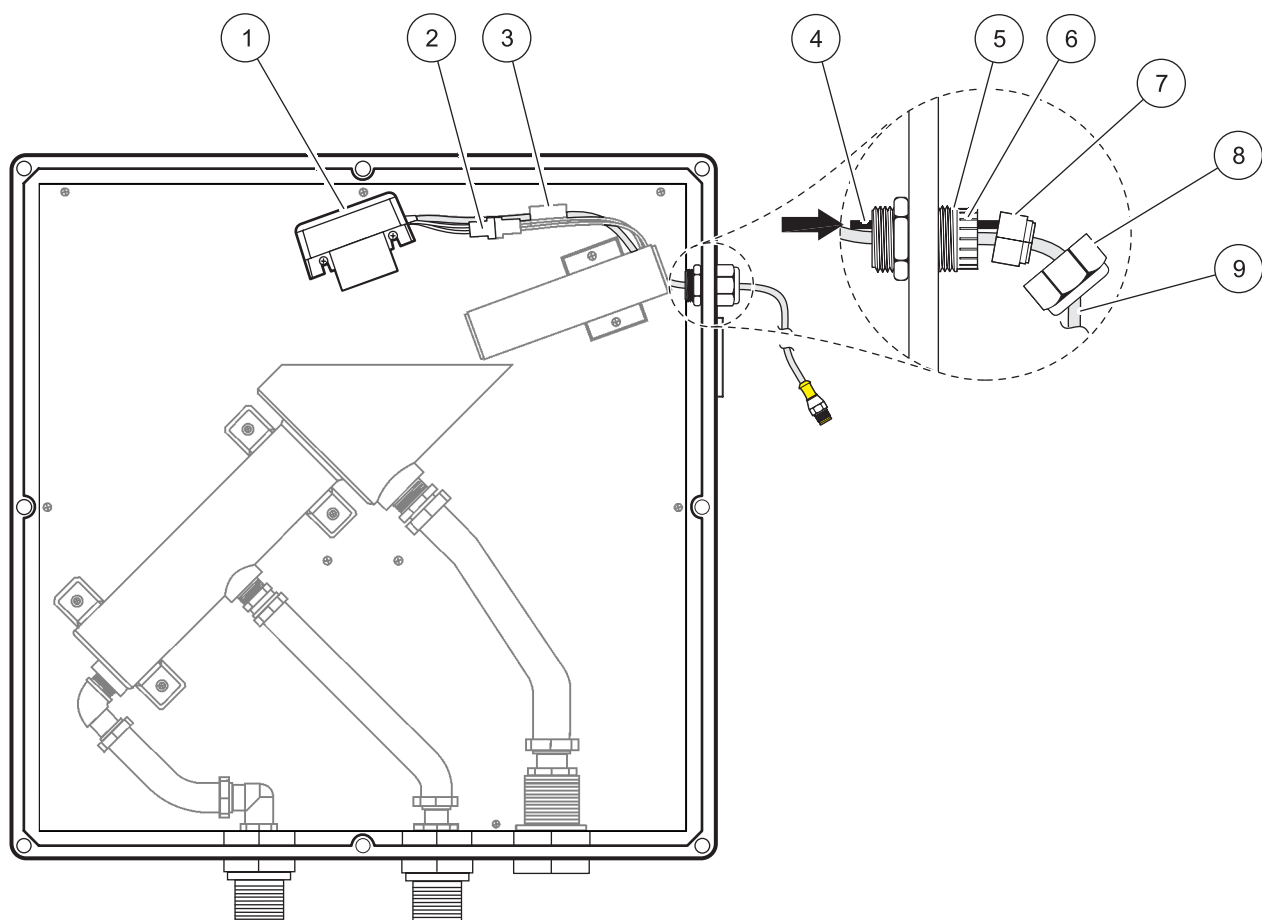

图 19 更换探测器总成
在 部分 8.1 第 49 页中被作为更换件列出的探测器总成是一个密封的单元，更换时要完全更换（图 19）。
- 从控制器上拆下探测器电缆。旋出螺母（图 19，零件 8），并将它从探测器电缆上取下。
- 将探测器电缆穿越去张力接头。打开电缆固定夹（图 19，零件 3），取出电缆。
- 拧下把探测器固定到 SS7 sc 型的外壳壁上的两个螺钉。将整个探测器取下来（图 19，零件 1）。
8. 将探测器电缆穿越去张力接头。更换探测器电缆上分开的扣眼（注意图 19 中的方向）。在固定夹处逆时针旋转扣眼，将扣眼按回到去张力接头中。